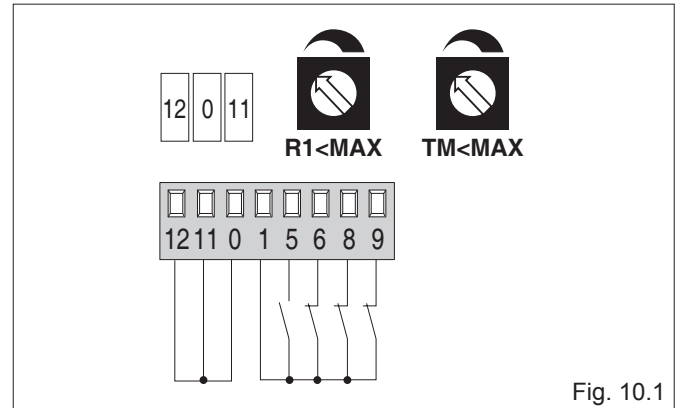

Fig. 10.1
**- (Fig. 10.1) A portinhola bloqueia-se nas batidas mecânicas e nos obstáculos.**